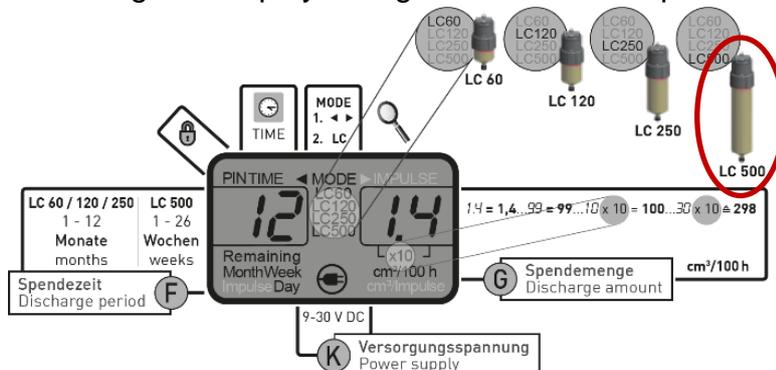

Abbildung 2: Neue Displayanzeige bei Betriebsmodus TIME mit vier LC Größen, Spendezeit [F], Spendemenge [G] und Versorgungsspannung [K]
- Änderung der Displayanzeige und der Einstellparameter (vgl. Abbildung 2):